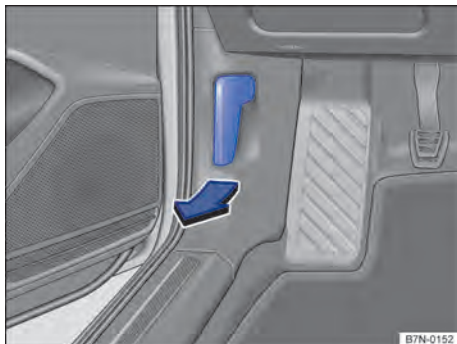

Fig. 253 No área para os pés no lado do condutor: alavanca de destravamento da tampa do compartimento do motor.
- Abrir a porta do condutor e puxar a alavanca de destravamento no sentido da seta → Fig. 253. A tampa do compartimento do motor salta para fora do travamento do fecho pela pressão da mola → .